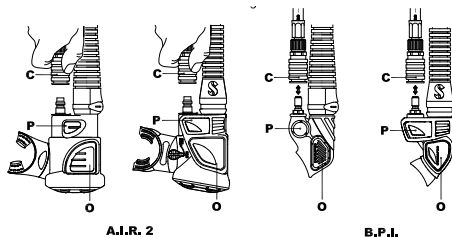

fig. 6
(fig. 6-C) :
Pour gonfler le gilet stabilisateur, appuyez sur le bouton de la soupape d'inflation (fig. 6-P). L'air doit entrer dans le gilet. Pour un meilleur contrôle de l'inflation, procédez par à-coups, en appuyant puis relâchant le bouton de façon répétée.
2. Avec le même souffle, continuez de souffler tout en appuyant fortement sur le bouton de la soupape d'inflation buccale (fig. 6-O).